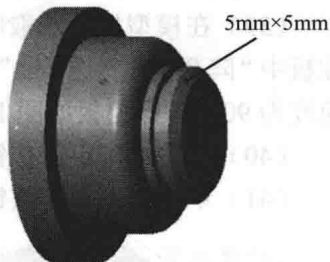

图 1-37 创建倒角特征
- (25) 单击“边倒角”按钮  , 在实体上创建倒角特征 (5mm×5mm), 如图 1-37 所示。